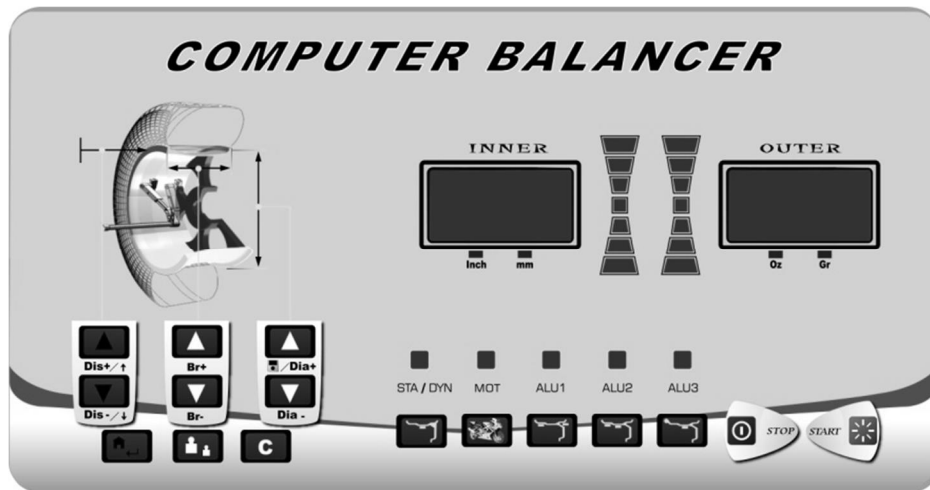

Fig. 6.
- Le panneau de commande de la machine est représenté à la Fig. 6. Le panneau de configuration permet à l’opérateur de donner des commandes et d’entrer ou de modifier des données. Le même panneau de configuration affiche les résultats et les messages d’équilibrage de la machine.